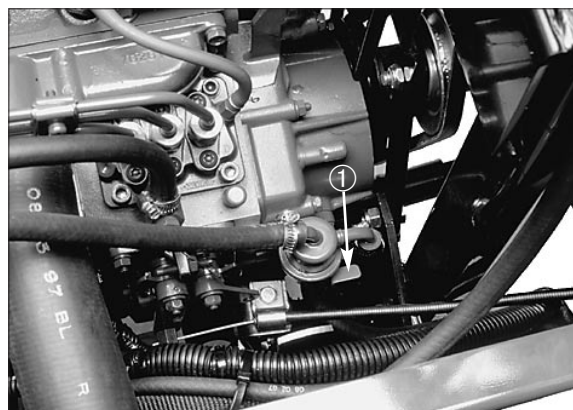

Fig. 13
3. Agire sulla leva della pompa carburante (Fig. 13) finché da attorno alla vite non esce un flusso costante di carburante. Serrare la vite di spurgo dell'aria.
5. Agire sulla leva sulla pompa del carburante (Fig. 13) finché da attorno alla vite, sulla pompa di iniezione, non esce un flusso costante di carburante. Serrare la vite di spurgo dell'aria.